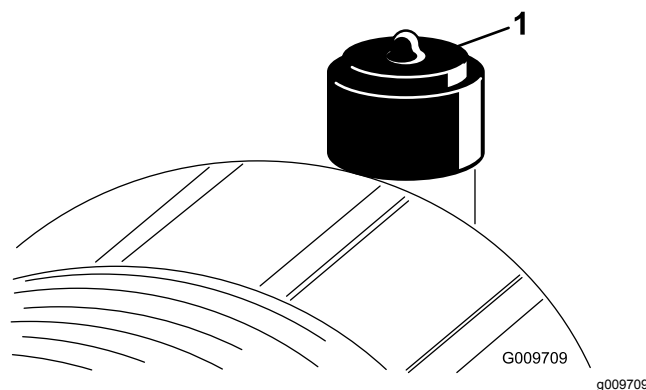

Рисунок 48
Фильтр воздухоочистителя следует обслуживать только при соответствующих показаниях индикатора необходимости технического обслуживания (Рисунок 48). Более частая замена воздушного фильтра (без необходимости) ведет лишь к повышению вероятности попадания грязи в двигатель при снятии фильтра.
2. Сбросьте индикатор (Рисунок 48), если он стал красным.